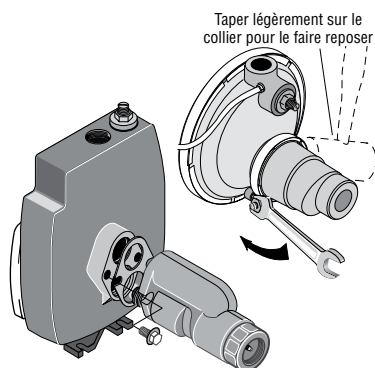

Figure 8 : Poser l'éjecteur
2. Poser le nécessaire d'éjecteur FP4855 dans le cas d'une pompe de la série 4200, ou le nécessaire FP4875 dans le cas d'une pompe de la série 4300 (les nécessaires sont vendus séparément). Suivre les instructions fournies avec le nécessaire. S'assurer de bien aligner le venturi avec le trou supérieur qui se trouve à l'avant de la pompe (voir la Figure 8).